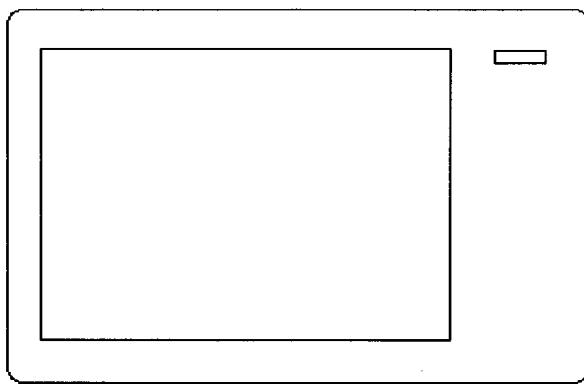

图 1-1-3
- (1) 单击工具栏上的“矩形”按钮。
- (2) 在作图区合适位置单击,指定矩形的左上角。
(3) 向右下方拖动鼠标至合适位置单击，指定矩形的右上角，绘出一个小矩形，如图 1-1-3 所示。